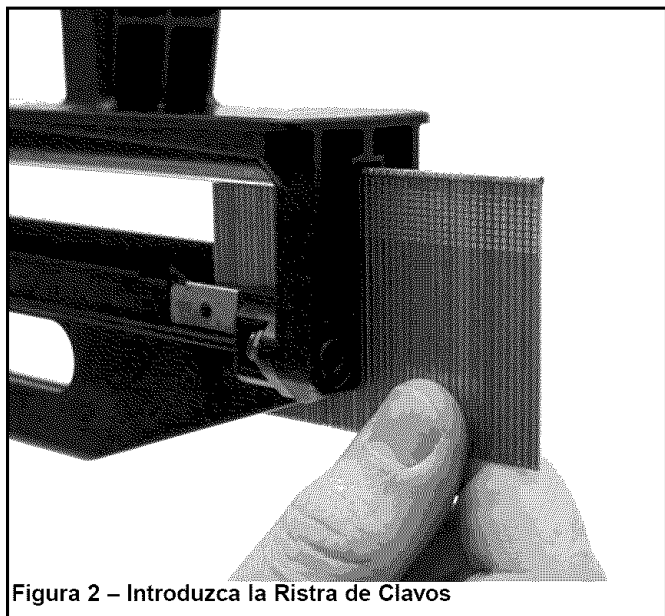

Figura 2 – Introduzca la Ristra de Clavos
- Introduzca la ristra de clavos en la ranura ubicada en el extremo del depósito (véase la Figura 2).